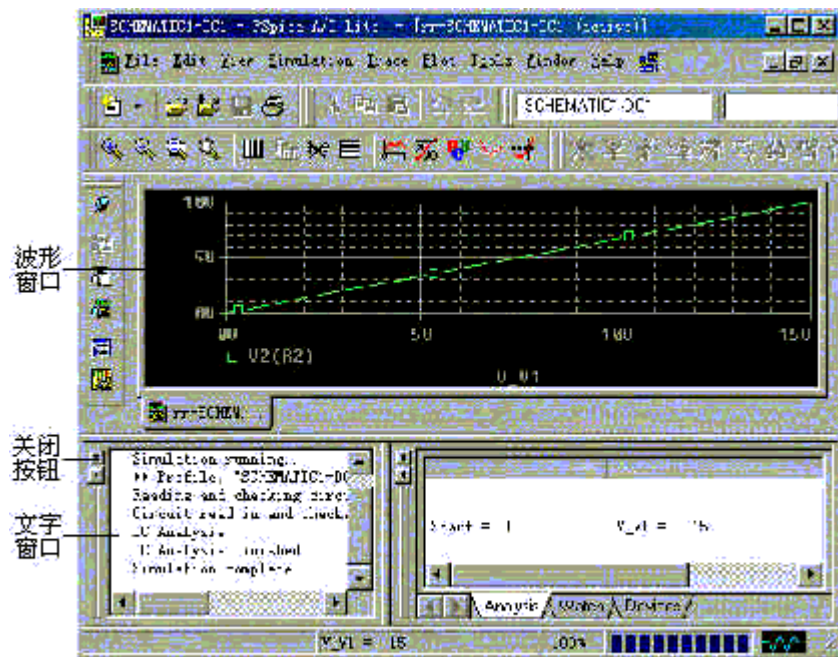
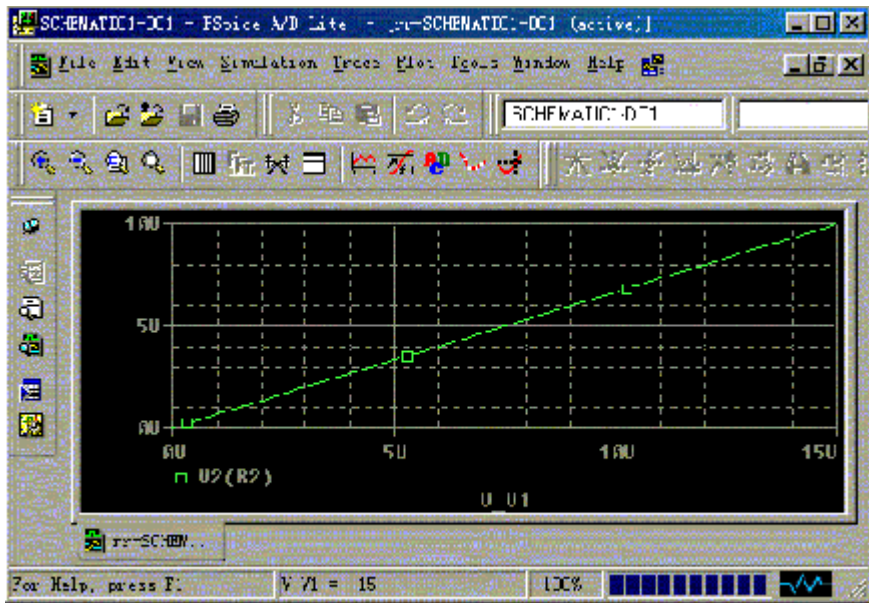
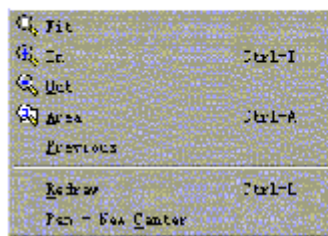

图 9-32 PSpice 执行模拟窗口
图 9-33 输出结果中只显示波形
图 9-34 Zoom 菜单
当分析参数设定完毕后，就可执行PSpice程序对电路进行了。利用菜单栏启动PSpice/Run命令，或者单击常用工具栏的 图标按钮，屏幕会出现PSpice执行模拟窗口，分析完成后程序会自动调用Probe显示分析结果波形，如图9-32所示。
在图9-32中，利用菜单栏选择View/Output Window，或者单击关闭按钮，便可关闭文字窗口，如图9-33所示。
在图9-33（或图9-32）中，为了更好地分析和观察波形，可以任意缩放波形大小。启动菜单栏View/Zoom命令，出现如图9-34所示菜单，其功能分别如下：
(3) 执行PSpice分析程序，其结果波形如图9-33（或图9-32）所示。波形显示了R2电阻两端的电压与直流电源V1值的关系曲线，结果